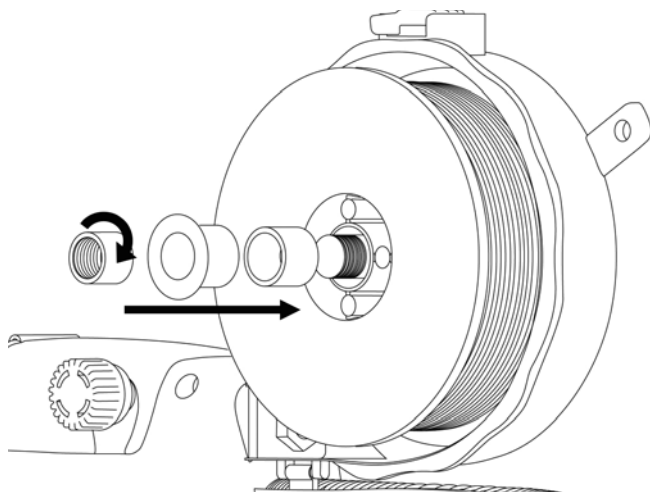

Рис. 7.4. Установка катушки с проволокой.
3. Установите катушку с проволокой, уплотнительную втулку, центрирующую втулку и гайку (См. рис. 7.4).